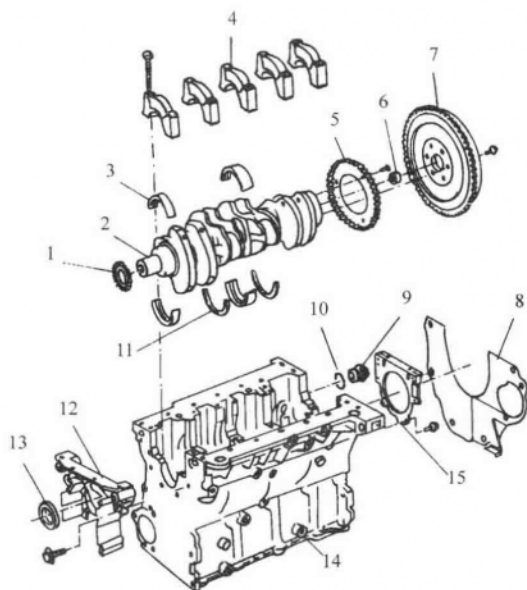

图 1-16 AJR 型发动机汽缸体总成分解图
(8) 分解发动机, 对照图 1-16, 找出学习工单表 4 所列标号的发动机零件(或找出已列出零件在表中填写其名称(或标号)), 写出该零件的作用。在已分解的发动机中查找到后在“认识”一栏中打“√”。